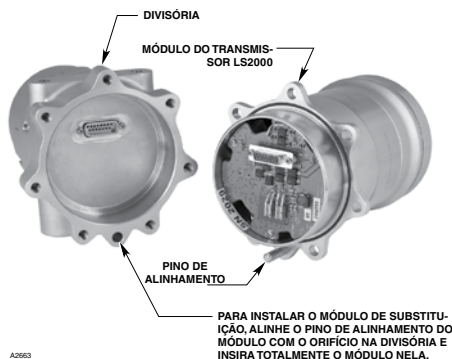
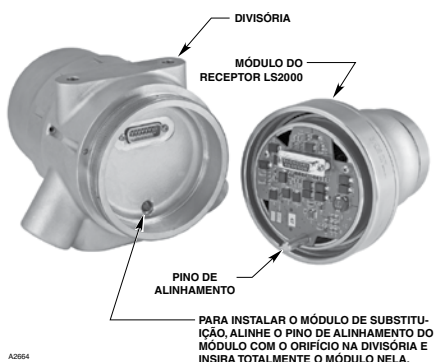

Figura 30 — Módulo transmissor removido da divisória
Figura 31 — Módulo receptor removido da divisória
5. Alinhe o pino no módulo de substituição com o orifício da divisória e insira o módulo diretamente nela. Consulte a Figura 30 para o transmissor e a Figura 31 para receptor.